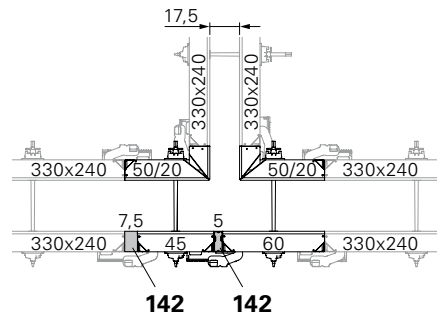

Fig. C4.02
- Wall thickness 17.5: Fig. C4.02